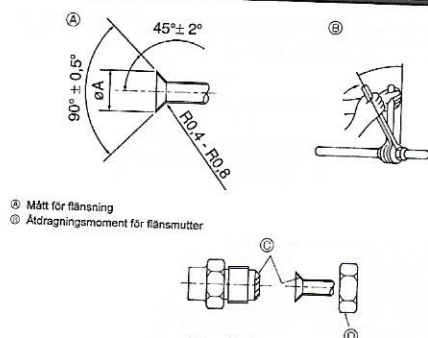

Fig. 5-1
④ (Fig. 5-1)
⑤ (Fig. 5-1)
### 5.2. Anslutningsrör (Fig. 5-1)